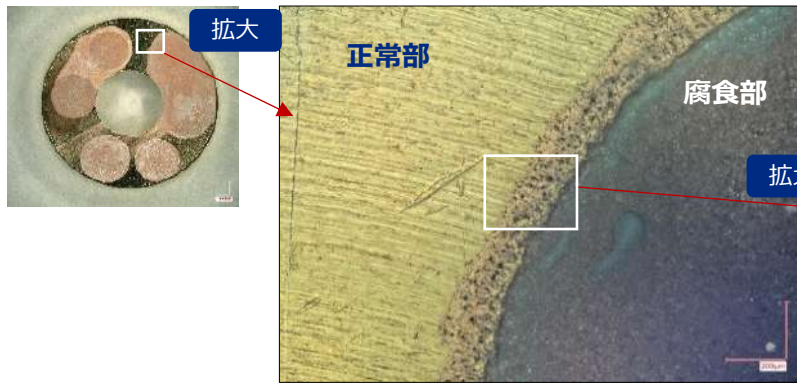

Fig.2 腐食部と正常部の境界
■ 腐食させた部分は亜鉛の腐食により白色の腐食生成物が見られます。デジタルマイクログラフで観察すると、腐食部と正常部の境界には浸食された痕跡が見られます(Fig.2、3)。